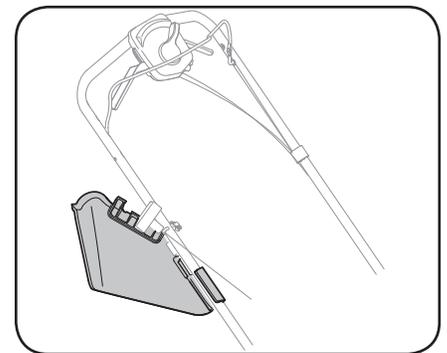

Figure 2-9
- Fixez le déflecteur d'éjection sur le guidon lorsqu'il n'est pas utilisé comme indiqué dans Figure 2-9.